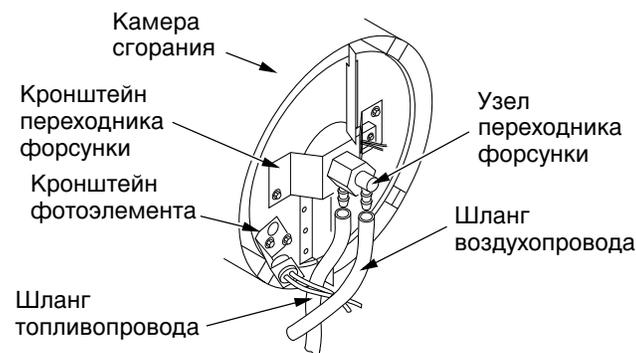
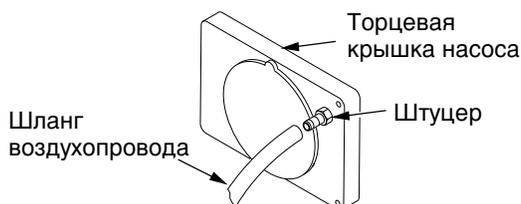

Рис. 17. Снятие шлангов воздухопровода и топливопровода (только для моделей BE35CEL и BE70CEL)
Рис. 22. Присоедините шланг воздухопровода к штуцеру
14. Установите фотоэлемент в его кронштейн. Протяните провода, как показано на Рис. 17, 18, или 19, стр. 13.
3. Снимите шланги топливопровода и воздухопровода с узла форсунки (см. Рис. 17, 18 или 19).
4. Проверьте шланги топливопровода и воздухопровода на отсутствие трещин и/или отверстий. Если топливопровод поврежден, отсоедините его от переходника форсунки (см. Рис. 17, 18 или 19, стр. 13) и топливного фильтра (см. стр. 10). Если воздухопровод поврежден, отсоедините его от переходника форсунки (см. Рис. 17, 18 или 19, стр. 13) и от штуцера торцевой крышки насоса (см. Рис. 22).
5. Установите новый воздухопровод и/или топливопровод. Присоедините один конец шланга воздухопровода к штуцеру на торцевой крышке насоса (см. Рис. 22), а другой - к переходнику форсунки (см. Рис. 17, 18 или 19, стр. 13). Присоедините один конец шланга топливопровода к топливному фильтру (см. стр. 10), а другой - к переходнику форсунки (см. Рис. 17, 18 или 19, стр. 13).
На нагревателях моделей BE35CEL и BE70CEL проложите воздухопровод и топливопровод примерно так, как показано на Рис. 17, стр. 13.